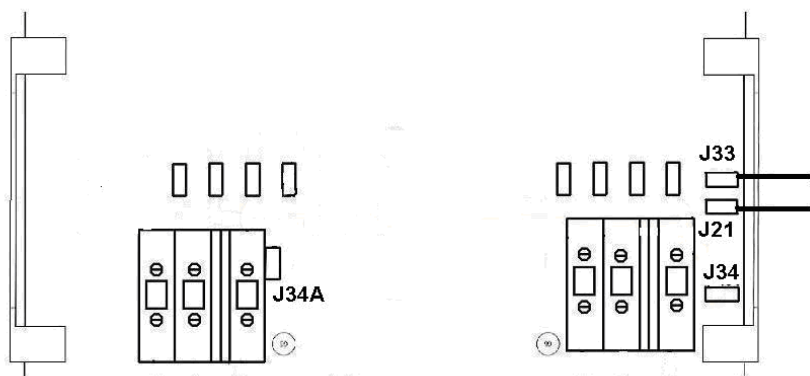

Afbeelding 4a: Ingang massa-aansluiting, autom. 115/230V-model
- Als de boot drijft, verbindt u de PE-draad van de ingangs-PE-aansluiting J34A met de mannelijke J34A1-stekker (draad weergegeven in het zwart in afb. 4a). Nu zijn de in- en uitgang van elkaar gescheiden.
- Als de boot aan wal is (in de winterperiode of voor onderhoud), moet de PE-geleider in de boot, om veiligheidsredenen, rechtstreeks worden aangesloten op de ingangs-PE. Dit wordt bereikt door de PE-draad van de ingangs-PE-aansluiting J34A te verbinden met de mannelijke J34-stekker (draad weergegeven in het groen of grijs in afb. 4a).